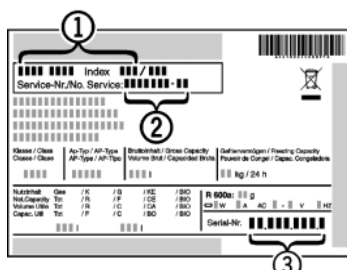

Fig. 14
- ▶ Odczytać z tabliczki znamionowej oznaczenie urządzenia Fig. 14 (1), nr serwisowy Fig. 14 (2) oraz numer seryjny Fig. 14 (3). Tabliczka znamionowa znajduje się po lewej stronie wewnątrz urządzenia.
- ▶ Poinformować serwis i podać opis zakłócenia, oznaczenie urządzenia Fig. 14 (1), nr serwisowy Fig. 14 (2) oraz numer seryjny Fig. 14 (3).